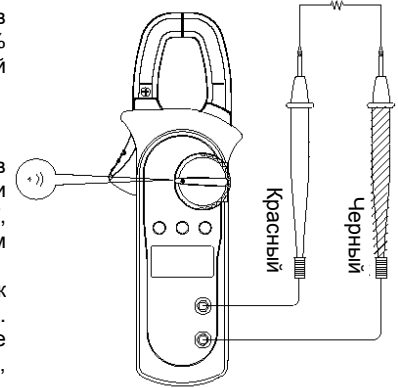

Рисунок 6
D. Прозвонка электрических цепей (см. рисунок 6)**⚠ Предупреждение**